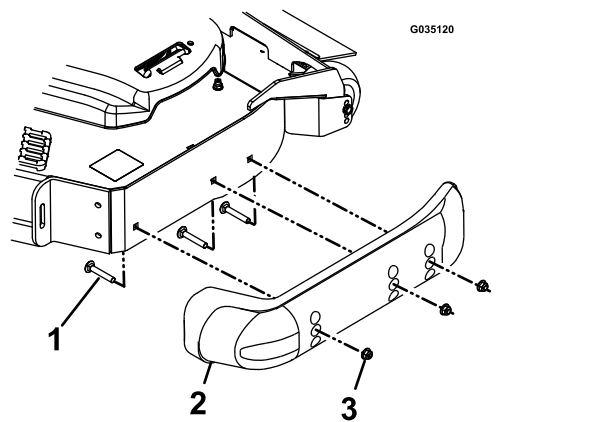

Figura 38
4. Retire los pernos y las tuercas de cada parachoques (Figura 38).